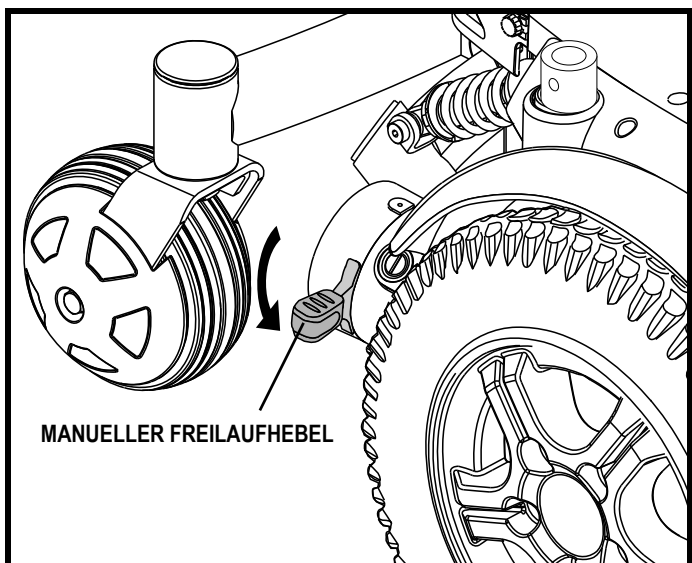

Abb. 8. Antriebsmodus (Antrieb deaktiviert)
1. Beide Freilaufhandhebel herunterdrücken, um in den Freilaufmodus zu wechseln (den Antriebsmotor auszukuppeln). Siehe Abbildung 8.